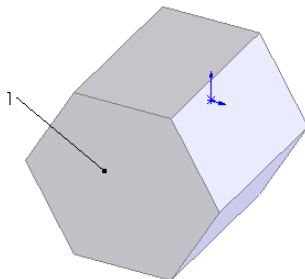

图 4-9 拉伸的图形
**03** 拉伸实体。在菜单栏中选择“插入”→“凸台/基体”→“拉伸”命令，将上一步绘制的草图拉伸为“深度”为 60 的实体，结果如图 4-9 所示。
**05** 设置属性管理器。在“到圆顶的面”一栏中，选择图 4-9 中的表面 1，在“距离”一栏中输入 50mm，选中“连续圆顶”复选框。